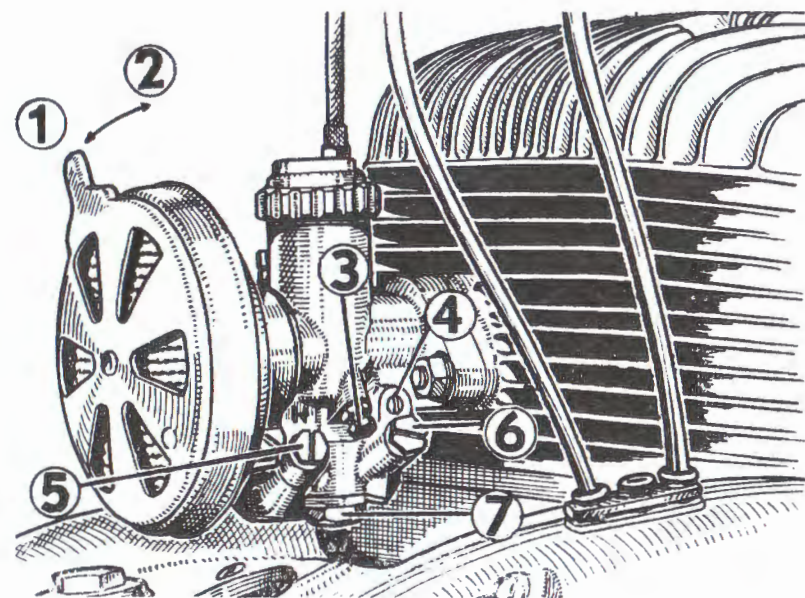

Fig. 10.
**Carburateur.** — De vlotterkamer van de carburateur moet periodiek worden nagezien. Deze moet steeds volkomen schoon zijn. Men moet ook het luchtfilter reinigen, door het door benzine te bewegen. Men moet zorgen, het vóór het monteren in olie te drenken. (Fig. 10.)